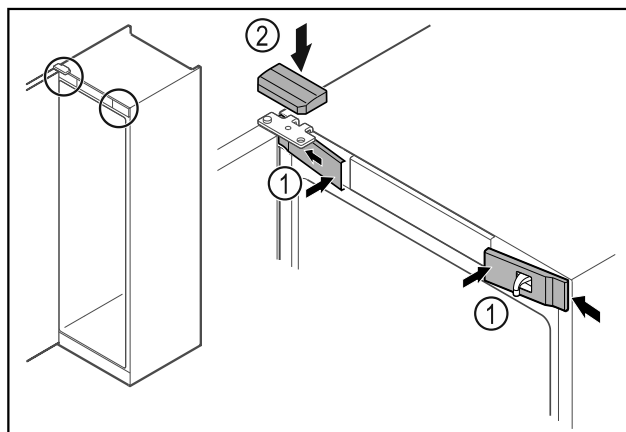

Fig. 43
- ▶ Akassza be oldalt az elülső burkolatokat *Fig. 43 (1)*, majd pattintsa be.
- ▶ Felülről pattintsa be a felső burkolatot *Fig. 43 (2)*.